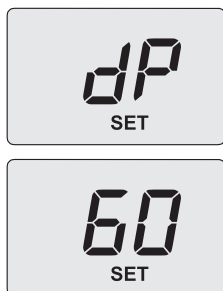

Figura 9.15
- Utilizzare i tasti 14 o 15, sul display LCD le lettere **dP** si alternano con il valore di temperatura dell'acqua di riscaldamento (es. **60**) e compare la scritta "**SET**", indicanti l'entrata nell'attivazione della "funzione spazzacamino" alla potenza massima in sanitario (Figura 9.15);